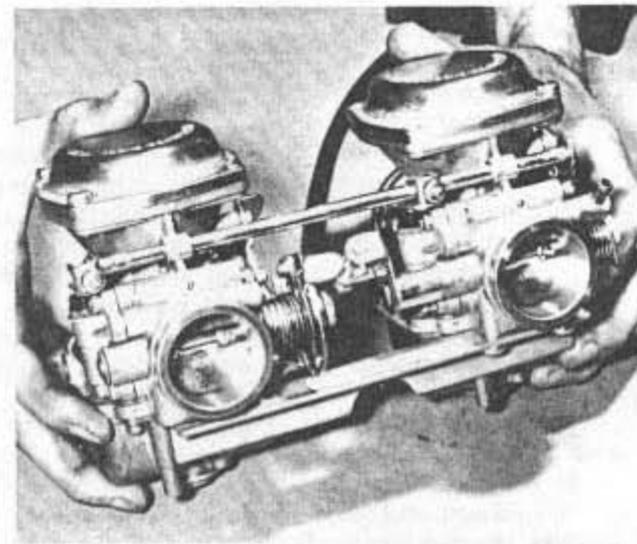

Bild 175
- Man entferne die Schaftschraube, welche den Chokebetätigungshebel sichert. Der Hebel wird abgenommen; man beachte die Reihenfolge der Scheiben. Anschliessend lockere man die Madenschrauben, welche die Betätigungsgabeln der Chokezapfen halten (Bild 174). Das Chokegestänge lässt sich nun abziehen, wobei die Gabeln frei werden. Die je vier Schrauben, welche jedes Vergaseroberenteil an den Vergasern sichern, werden gelockert. Die zwei inneren Schrauben werden vollständig herausgedreht, um die obere Verbindungsplatte zu lösen (Bild 173). Beim Lockern dieser Schrauben lasse man grosse Vorsicht walten, da sie meistens sehr fest sitzen. Die Vergaser werden nun nur noch durch den Verbindungsschlauchstutzen miteinander verbunden. Man ziehe die beiden Vergaser auseinander (Bild 175). Jeder Vergaser ist einzeln zu zerlegen, um unbeabsichtigtes Vertauschen verschiedener Bestandteile zu vermeiden.